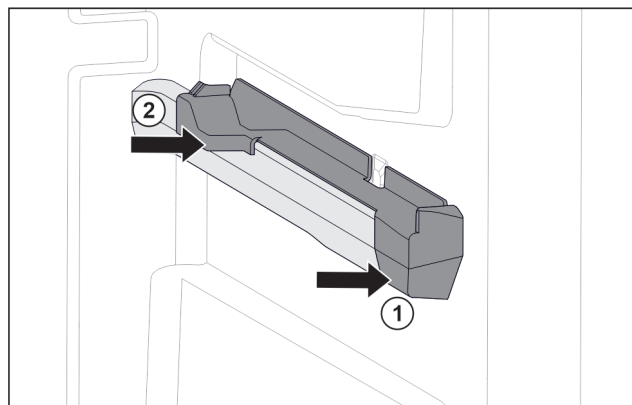

Fig. 30 Вставная часть на правом контейнерном ребре
- ▶ Наденьте вставную часть спереди на контейнерное ребро. Fig. 30 (1)
- ▶ Нажмите на вставную часть сзади. Fig. 30 (2)